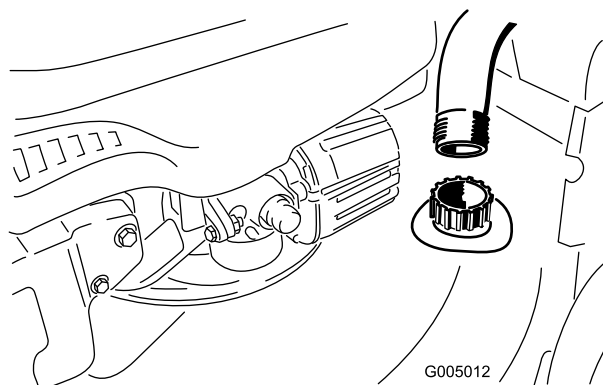

Figura 29
3. Introduzca una manguera de jardín conectada a un grifo en el orificio de lavado de la carcasa del cortacésped (Figura 29).